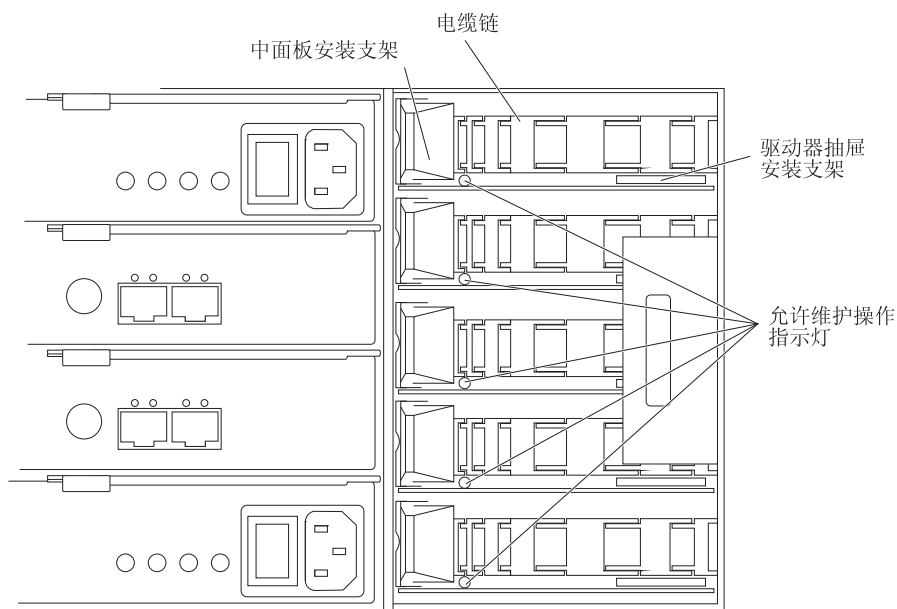

图 89. 已卸下右侧风扇组合件的存储扩展机柜的后视图
- a. 在驱动器机柜的后部，卸下右侧风扇组合件。请参阅第 120 页的『更换风扇组合件』，以了解卸下风扇组合件的步骤。第 123 页的图 89 显示卸下了风扇组合件的区域。